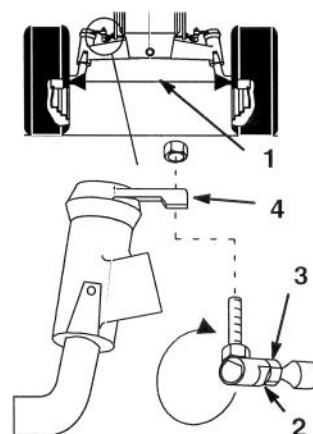

Abbildung 30
Die Vorspur der Vorderräder muß innerhalb der Spezifikationen gehalten werden. Bei ungleichmäßigem Reifenverschleiß, Rasenabnutzung oder schwergängiger Lenkung kann eine Einstellung erforderlich sein. Die Vorspur alle 100 Betriebsstunden oder jährlich kontrollieren, je nachdem, welcher Fall zuerst eintritt (Abb. 30).
3. Zwischen den Felgen auf Radzapfenhöhe vor und hinter den Rädern messen (Abb. 30).
2. Das Kugelgelenk von einem Lenkstockhebel abnehmen (Abb. 30).